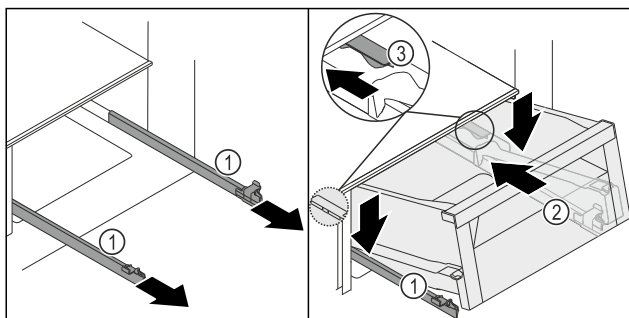
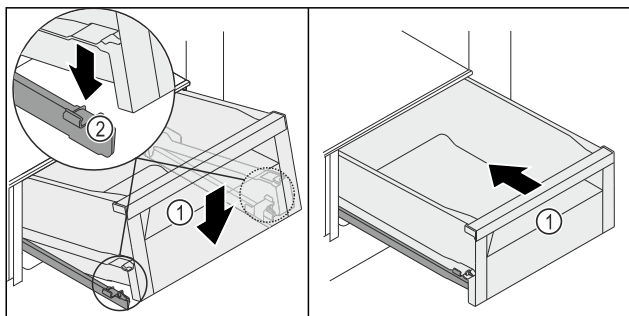

Fig. 153
Fig. 154
- Maintenir les rails Fig. 153 (1) et installer le tiroir Fig. 153 (2) du haut derrière la butée Fig. 153 (3) sur les rails Fig. 153 (1).
- Pousser le tiroir Fig. 153 (2) sur les rails Fig. 153 (1) vers l'arrière jusqu'en butée.
- Abaisser l'avant du tiroir Fig. 153 (2) de manière à insérer le tiroir dans les languettes Fig. 154 (2) à gauche et à droite.
- Vous entendrez le tiroir Fig. 154 (1) s'enclencher.
- Pousser le tiroir Fig. 154 (1).